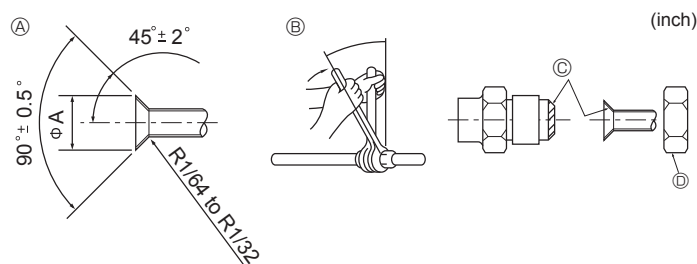

Fig. 4-1
4.2. Connexion des tuyaux (Fig. 4-1)
② Couple de serrage du raccord conique